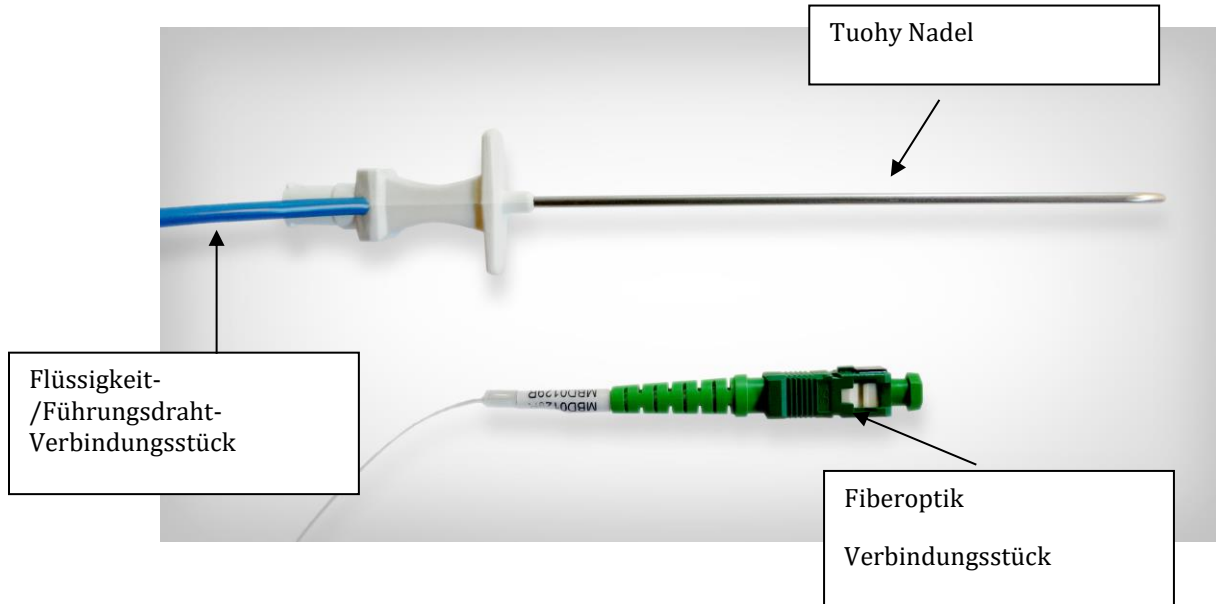

Abbildung 1 – EpiAccess Nadel
Die Nadel verfügt über einen integrierten biokompatiblen Fiberoptiksensord, der sich innerhalb einer Röhre aus rostfreiem Stahl befindet, an deren Hohlraum er angeschweißt ist (Abbildung 1). Die EpiAccess Nadel macht es möglich, einen Führungsdraht mit einem Durchmesser von 0,032" durch die Gesamtlänge der Nadel zu leiten. Die EpiAccess Nadel wird als sterile (EO) Einwegvorrichtung zur kurzfristigen und einmaligen Patienten-anwendung angeboten. Die Vorrichtung wird in einer entsprechenden Schutzverpackung, bestehend aus einer Beutelschale in einem SBS Karton (Box) bereitgestellt, um die Sterilität und Integrität des Produkts zu gewährleisten. Die EpiAccess Nadel wird zusammen mit der EpiAccess Kontrolleinheit eingesetzt.